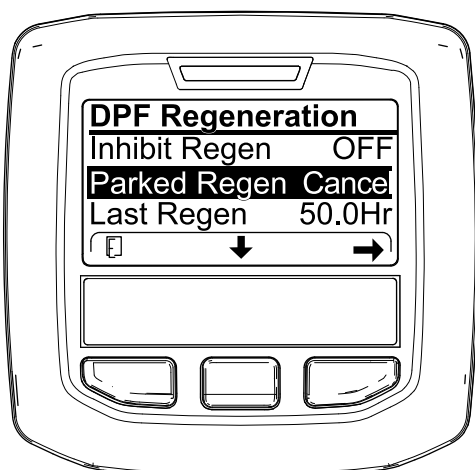

Figure 60
1. Accédez au menu de régénération du FAP (Figure 60).
2. Appuyez sur le bouton central pour défiler jusqu'à l'option PARKED REGEN CANCEL (Figure 60) ou RECOVERY REGEN CANCEL (Figure 61).
3. Appuyez sur le bouton de droite pour sélectionner l'option Regen Cancel (Figure 60 ou Figure 61).